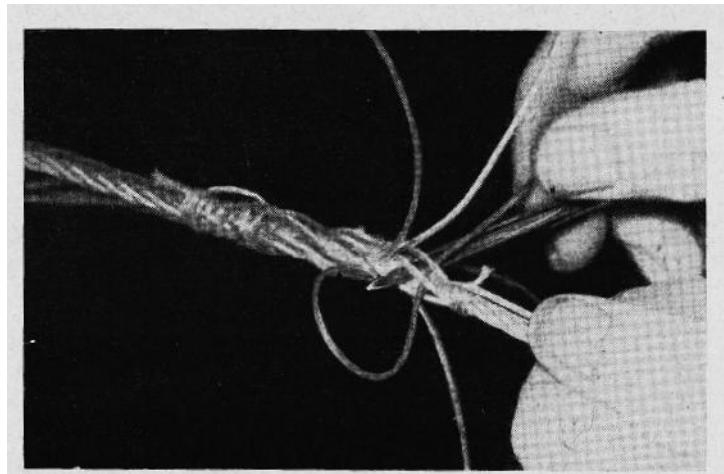

Bild 125 Das Verstechen der Kardeelen
2. Alle weiteren Arbeitsregeln gleichen denen eines normalen Kauschenspleißes (Drahtseil mit Stahlseele). Die Abbindung wird dabei zentimeterweise zurückgeschoben und dann entfernt (siehe Bild 125).